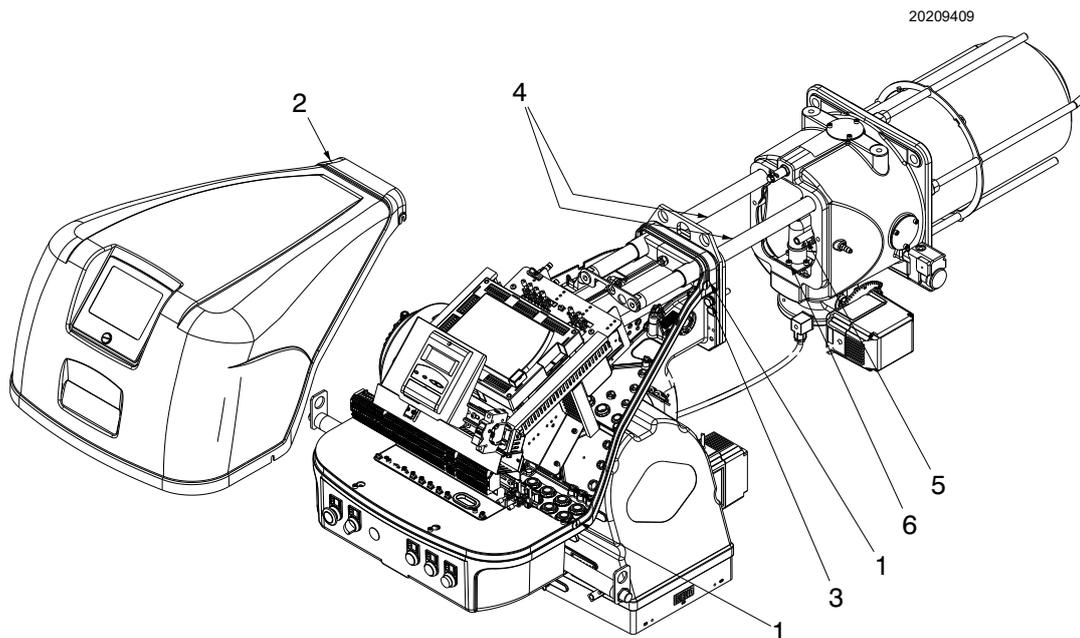

Fig. 39
Assicurarsi che i fori di fuoriuscita del gas per la fase di accensione, presenti nel distributore della testa di combustione, siano liberi da impurità o depositi di ruggine. In caso di dubbio, smontare il gomito (Fig. 39 a pag. 43).
- Allentare le 4 viti 1)(Fig. 39) e togliere il cofano 2);
- rimettere le viti 3)(Fig. 39) e tirare delicatamente verso l'esterno i cavi di sonda ed elettrodo, fino a metterli in leggera tensione;